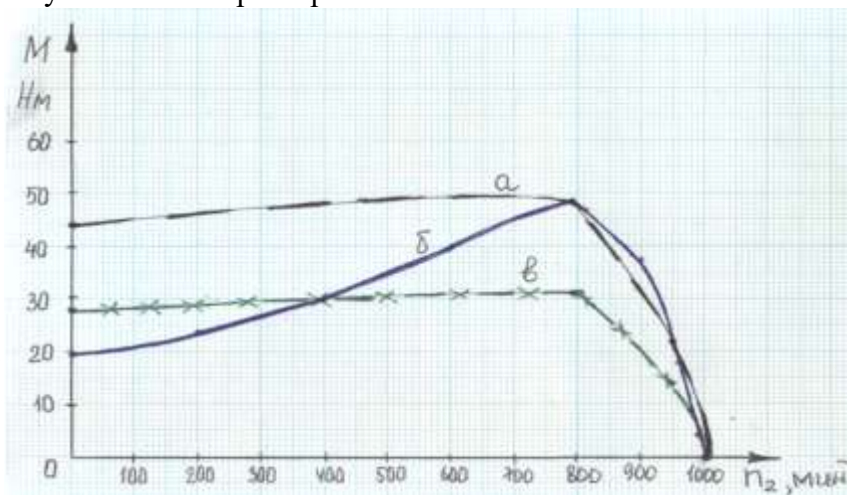

Рисунок 7 - Механическая характеристика асинхронного двигателя
5. По данным таблицы 6 строим на одной координатной плоскости (рисунок 7) зависимость $M = f(n)$: